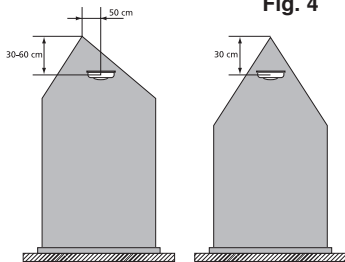

Fig. 4
- Afb. 4: druk op de test knop om de melder te testen. Hierdoor simuleert u het effect van rook bij brand en worden de rookkamer, elektronische delen en de sirene van de melder getest. **WAARSCHUWING: TEST NOOIT MET VUUR, SIGARETTENROOK, KAARSEN E.D.!** Dit kan uw rookmelder beschadigen en/of brand veroorzaken.
- Voor draadloos (RF) gekoppelde rook- en/of hittemelders: houd de test knop van een melder ingedrukt en controleer of alle gekoppelde melders in alarm gaan. Doe dit om de beurt bij elke melder.
Monteer op plekken met een schuin dak of puntdak de melder tussen 30 en 60 cm onder het hoogste punt (dakhelling vanaf 30°). Stilstaande lucht in de nok (warmtelaag) kan voorkomen dat rook de melder bereikt (zie fig 4). Ei heeft hiervoor de Ei rookmelderpendel beschikbaar om uw rookmelder daar horizontaal te kunnen monteren.